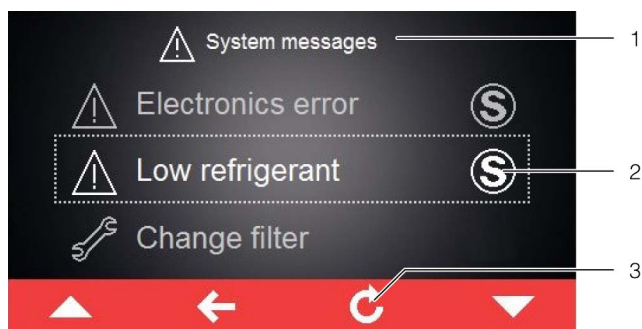

Fig. 46: Schermata con messaggi di malfunzionamento/guasto
In presenza di un messaggio di malfunzionamento/guasto non risolvibile in autonomia dall'utente e che non scompare automaticamente, al suo fianco e nella barra comandi, accanto al simbolo dei messaggi di sistema, viene visualizzata l'icona «Service» (fig. 46, pos. 2).